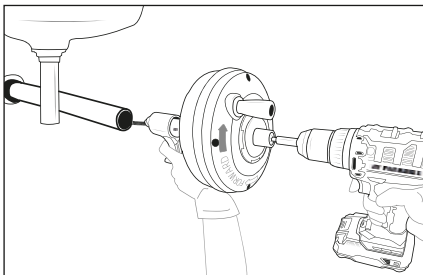

Abb. 3
- 8) Überprüfen Sie, ob das Gerät im Abstand von höchstens 10 cm zur Abflussöffnung gehalten werden kann. Ein größerer Abstand zur Abflussöffnung erhöht das Risiko, dass die Spirale ⑧ sich verdreht oder knickt. Sollte der Abstand größer sein, muss die Abflussöffnung mit Rohren und Anschlüssen gleicher Größe verlängert werden, sodass das Gerät maximal 10 cm vor der Abflussöffnung platziert werden kann (siehe Abb. 3). Wenn die Spirale ⑧ unzureichend abgestützt wird, kann sie knicken, sich verdrehen und beschädigt werden oder den Bediener verletzen.
- 7) Drehen Sie die Trommel **2** im Uhrzeigersinn (sichtbar am Pfeil auf der Rückseite der Trommel **2**, siehe Abb. 3) und drücken Sie den Auslöser **6**. Durch die Betätigung des Auslösers **6** wird die Spirale **8** in den Abfluss geführt. Sie können die Spirale **8** auch schnell vorschieben und zurückziehen, indem Sie sie von Hand aus der Trommel **2** ziehen bzw. hineinschieben.